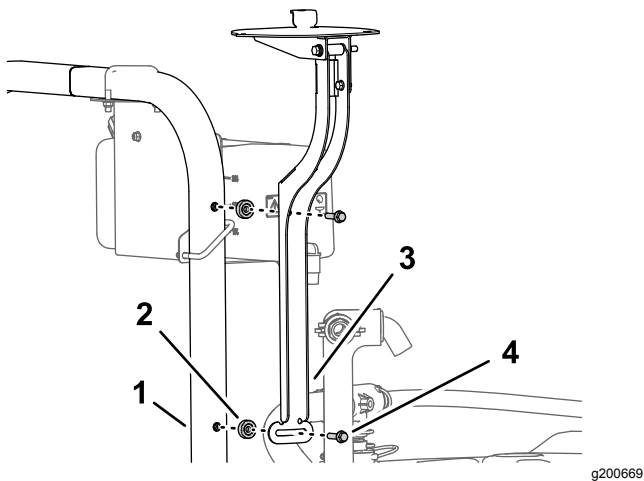

Figura 153
1. Instale a montagem do recetor e o espaçador ($\frac{3}{8}$ pol. x $\frac{7}{16}$ pol.) na barra de segurança com o parafuso de cabeça flangeada ($\frac{3}{8}$ pol. x $1\frac{1}{2}$ pol.) como se mostra na Figura 153.